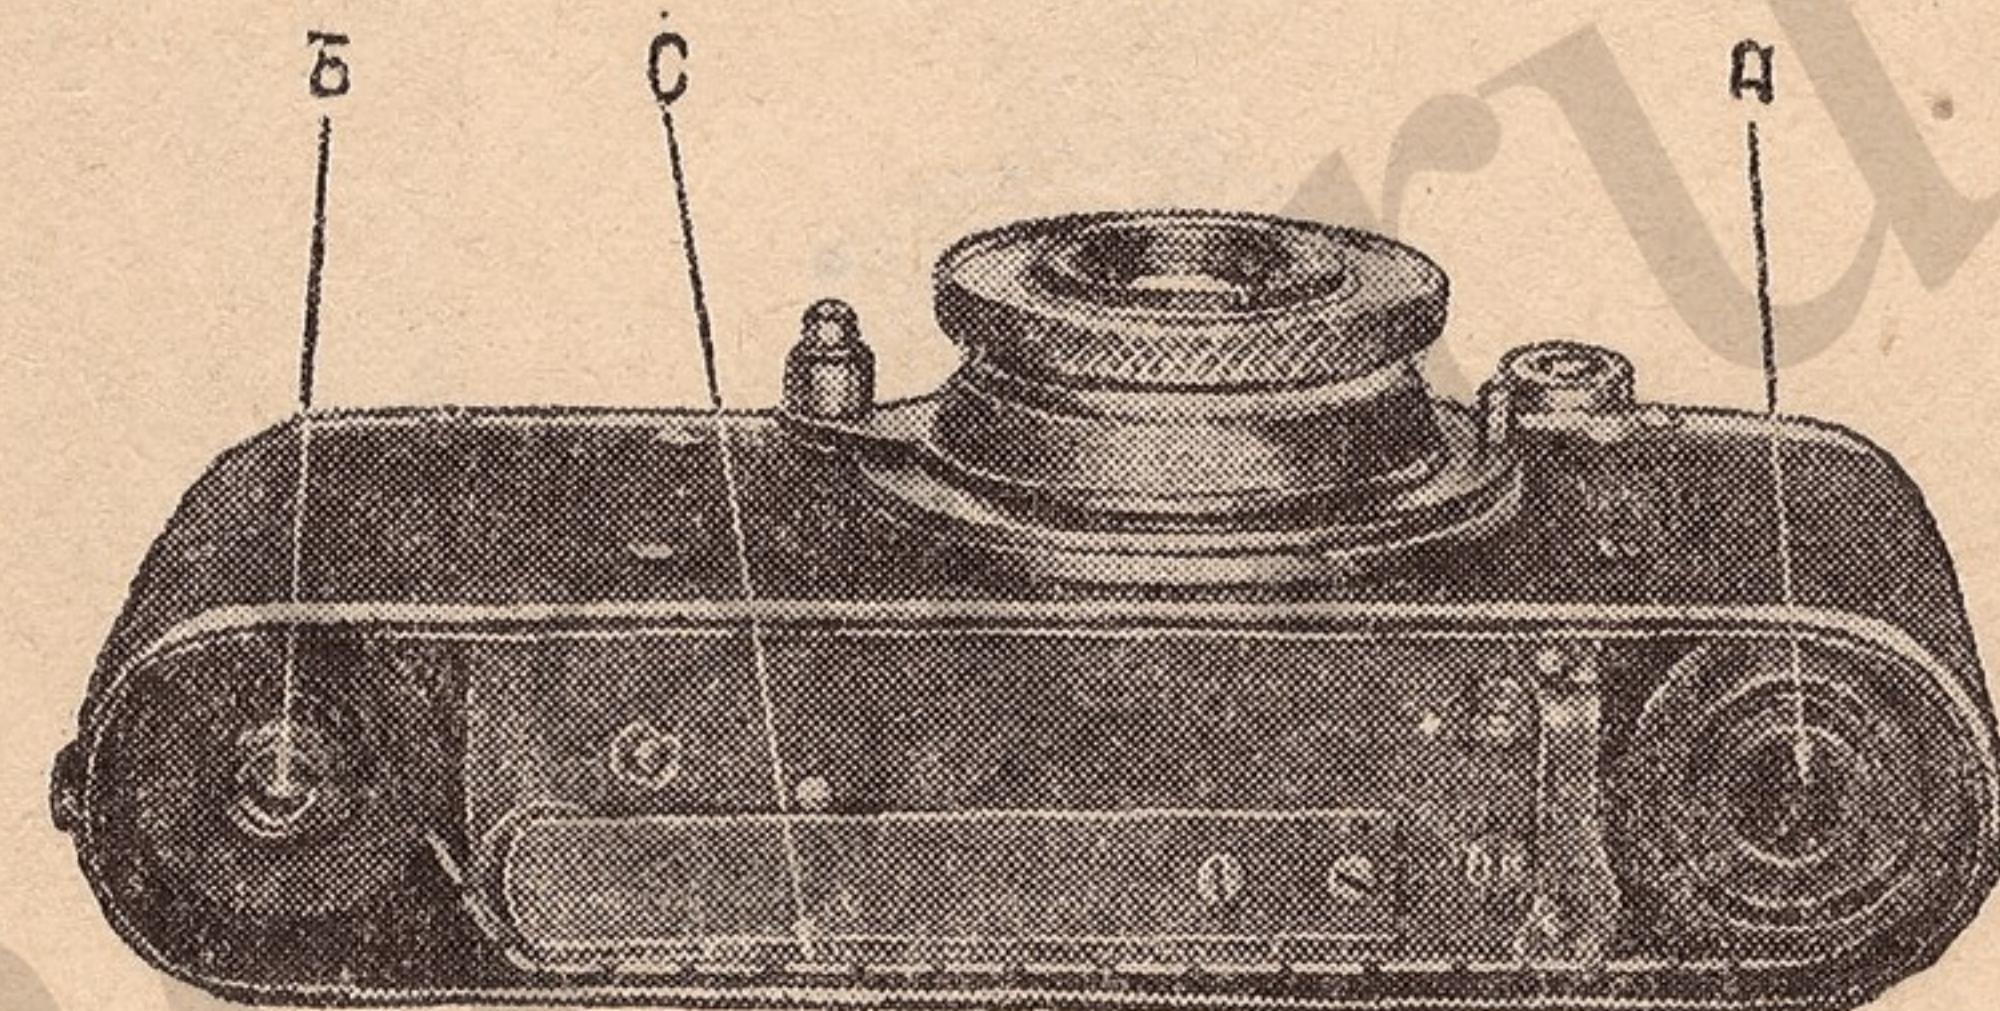

Рис. 3
1. Выньте из аппарата катушку «Б», принимающую заснятую пленку (рис. 3).